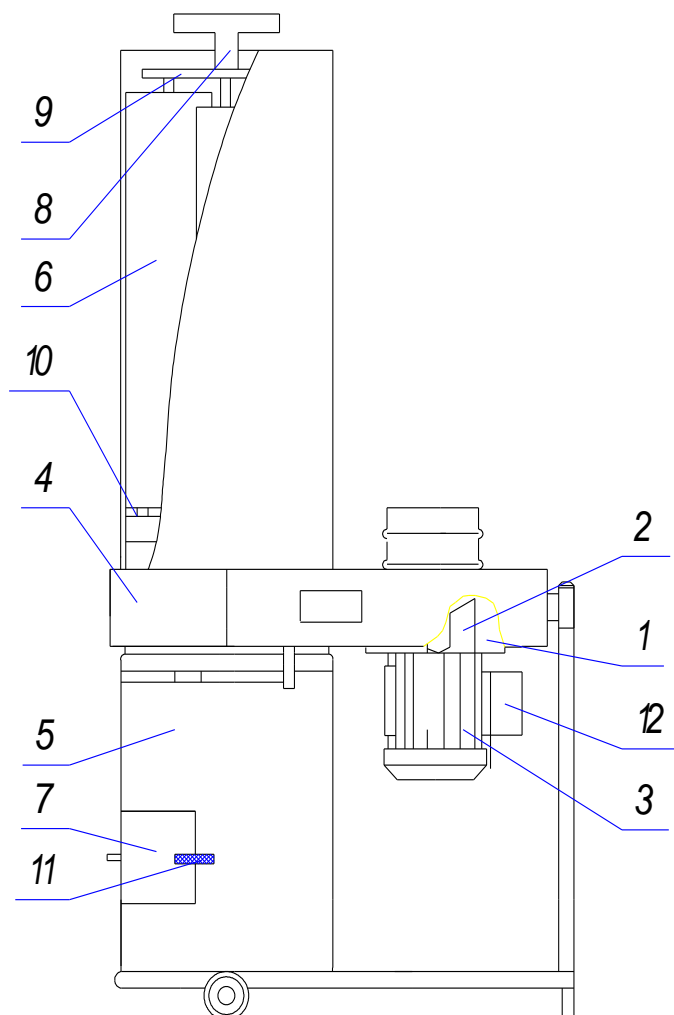

Рис.2
- 1.3.2. Воздушный поток (см. рис.2) по воздуховоду поступает в центральную часть улитки 1, где вращающееся рабочее колесо 2, приводимое в действие электродвигателем 3, ускоряет поток и вводит его в корпус Установки 4.
- 1.4.4. Собрать Установку согласно рис. 2.